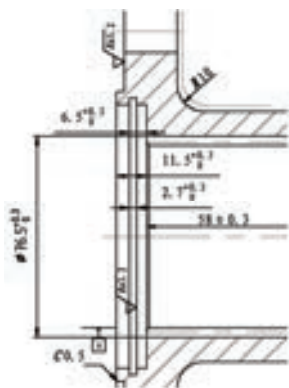

图 8-69 标注的尺寸
2) 完成上述设置后，单击“标注”工具栏中的“线性”按钮，标注图中  $\phi 76.5^{+0.3}$  的尺寸，结果如图 8-69 所示。